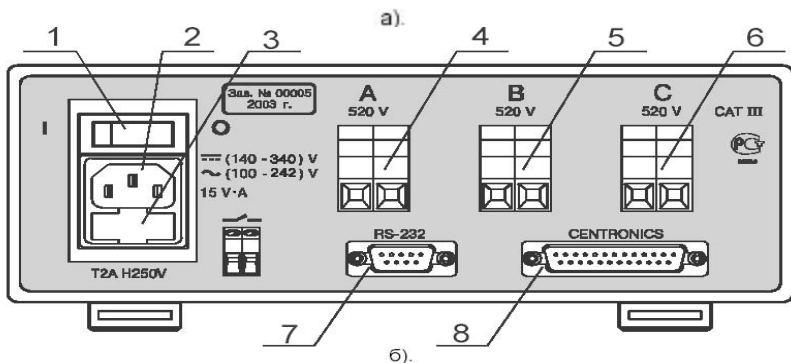

Рисунок 1 – Внешний вид регистратора
4.6.1.3 На лицевой панели регистратора (рисунок 1а) расположены графический дисплей с подсветкой, пленочная клавиатура и индикатор питания.
4.6.1.5 На задней панели регистратора (рисунок 1б) расположены:
- выключатель питания (1) перевод в положение «I» включает регистратор, а в положение «0» выключает;
- разъем для подключения сети питания (2);
- отсек для установки предохранителя питания (3)
- клеммные колодки (4), (5), (6) для подключения напряжения питания фаз «А», «В» и «С» соответственно;
- Разъем RS232 (7) разъем для подключения ПК и (8) разъем Centronics (8) для подключения принтера.
6.3.2.1 ПК подключить к регистратору через разъем, маркированный RS232. (рисунок 1б, (7)), соединение выполнить кабелем для COM-порта, входящим в комплект поставки регистратора.
6.3.2.2 Принтер подключить к регистратору через разъем маркированный «CENTRONICS» (рисунок 1,б, (8)), соединение выполнить специальным кабелем.